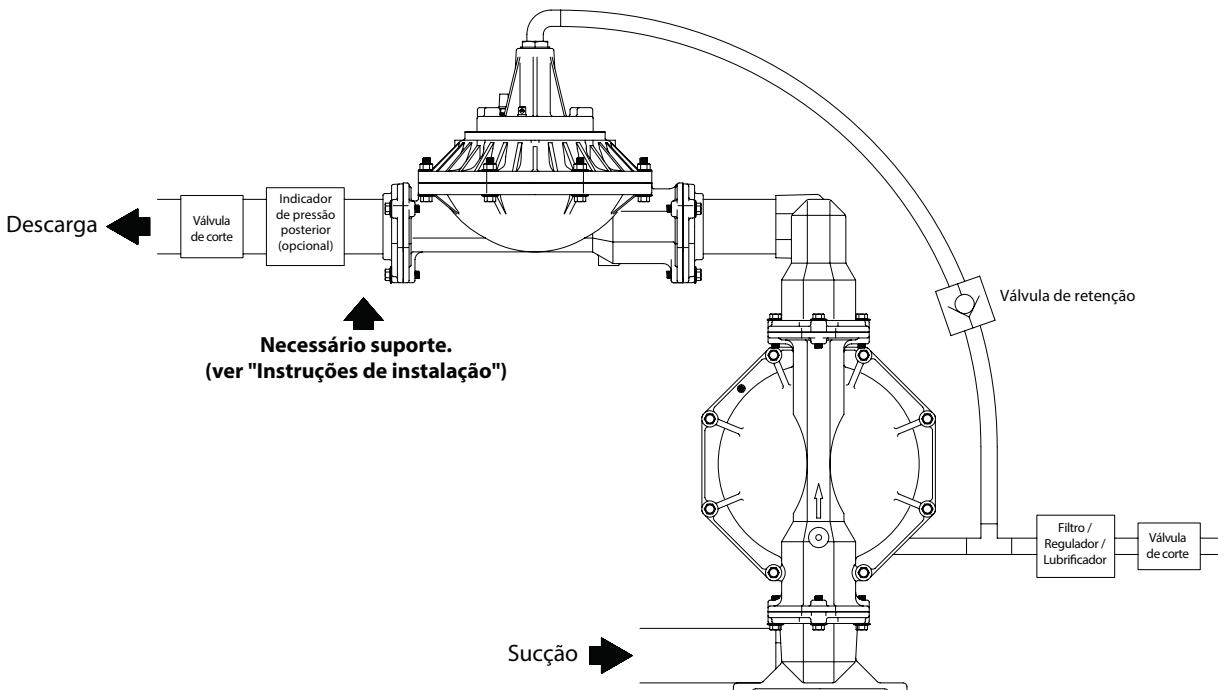

Figura 2
- Coloque a válvula de nívelamento do shock blocker o mais próximo possível da descarga da bomba (conforme ilustrado na figura 2).